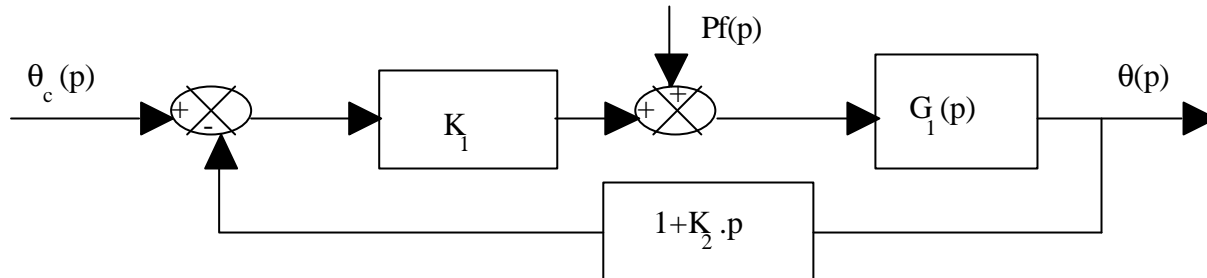

Figure 4
A.2.3 On propose maintenant de corriger le système par une boucle tachymétrique (parallèle), la vitesse angulaire est mesurée par un capteur de gain unitaire. Le schéma fonctionnel de cette commande est donné à la figure 4 :